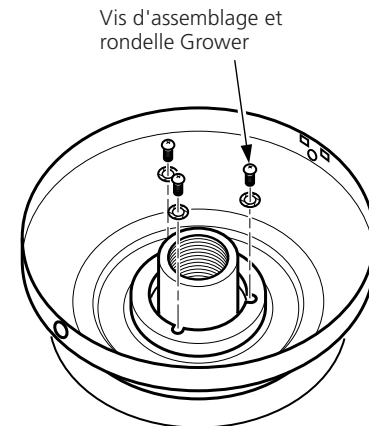

Figure 3d – Fixation du pavillon au ventilateur
4. Fixez bien le pavillon au ventilateur avec trois vis d'assemblage n° 8-32 et trois rondelles Grower comme indiqué à la figure 3d.